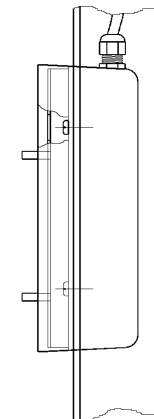

Abb. 3
- Fügen Sie nun das Unterteil des Gerätes in die Rechtecköffnung ein, nachdem Sie zuvor die Verbindungs- und Lichtleitungen durchgeführt haben (Abb. 3).